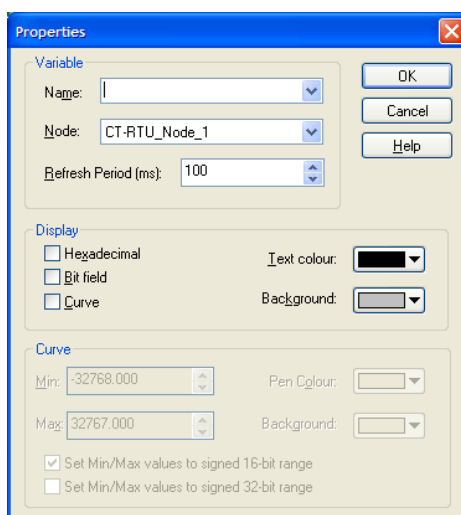

Рис. 7-10 Добавка нового пункта в окно контроля Watch
- Нажмите значок 'New Item'  и откроется окно нового пункта, как показано на Рис. 7-10.